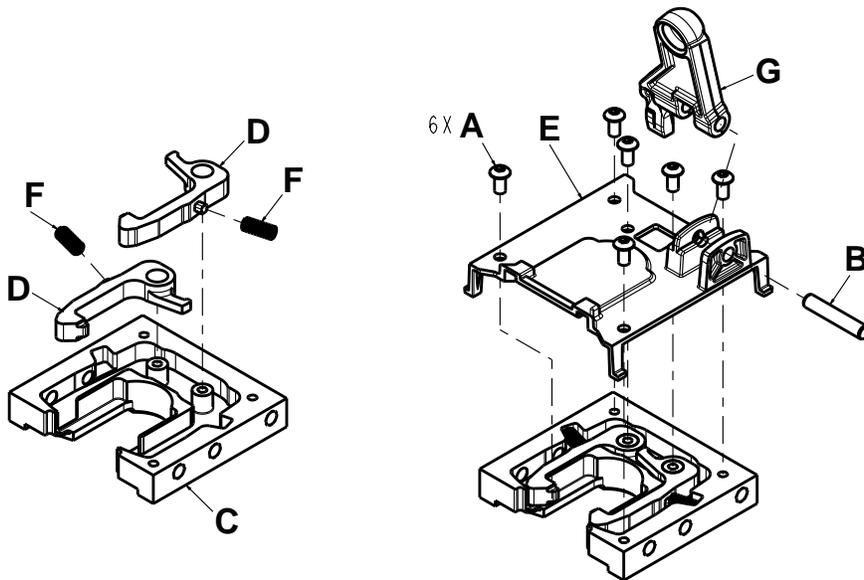

Figure 6 – Remplacement du cliquet de verrouillage du côté pieds
2. À l'aide d'un poinçon de 1/8 po, pousser la broche de guidage (B) hors du bras du loquet de déblocage (G) (Figure 6). Conserver la broche de guidage.
3. À l'aide d'une clé Torx T25, enlever les six vis (A) reliant le support pivotant à l'interface côté pieds (C) (Figure 6). Conserver les vis.
4. Retirer et jeter le cliquet de verrouillage (D) (Figure 6).
**Remarque** - S'assurer que le ressort du cliquet (F) reste en place lors du retrait du cliquet de verrouillage.